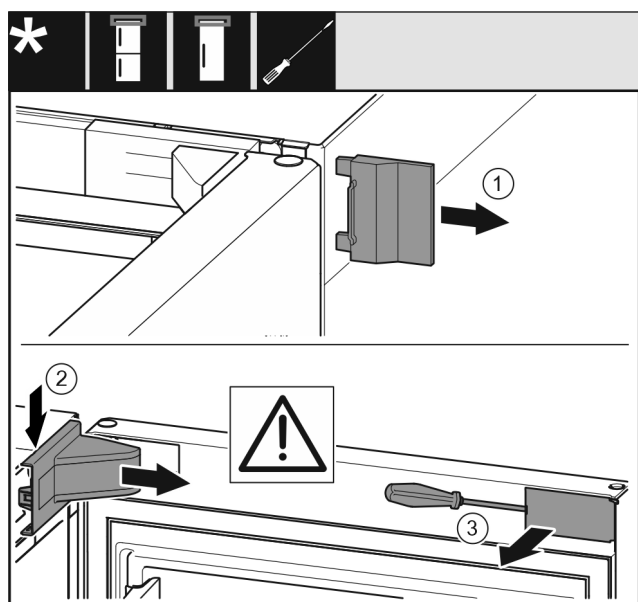

Fig. 6
- Sejměte vnější kryt. Fig. 6 (1)
- Odjistěte a uvolněte kryt stojanu ložiska. Sejměte kryt stojanu ložiska. Fig. 6 (2)
- Plochým šroubovákem vyjměte zásepku a otočte ji ke straně. Fig. 6 (3)